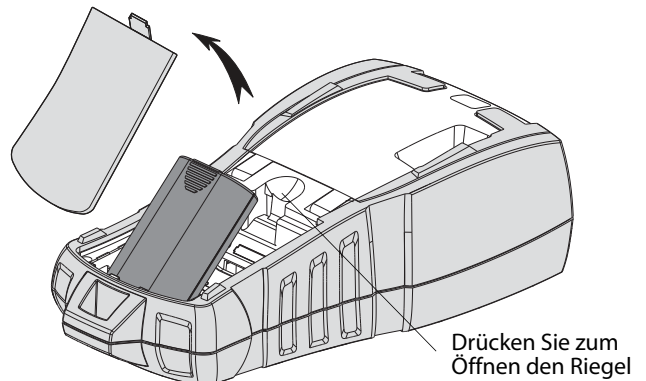

Abbildung 3
1. Drücken Sie den Riegel an der Rückseite des Druckers nach unten, um den Deckel des Batteriefachs abzunehmen. Siehe Abbildung 3.
2. Legen Sie den Akkusatz in das Batteriefach ein. Siehe Abbildung 3.